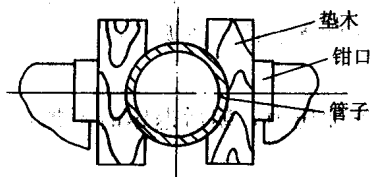

图 1-1-19 管子的夹持
(1) 装夹管子 装夹管子时为防止夹扁管子, 一般将管子夹在有 V 形 (或半圆形) 的两个垫木之间, 如图 1-1-19 所示。